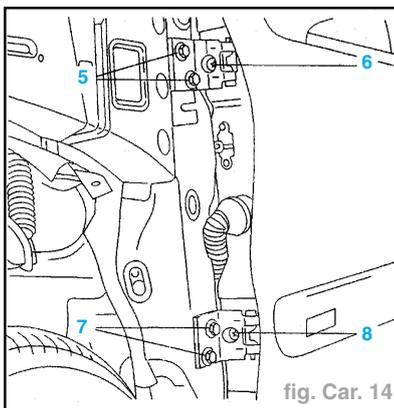

fig. Car. 14
- Régler les jeux de la porte avant (vis (5) et (7)) (fig. Car. 14).
- Régler le désaffleurement (vis (6) et (8)).